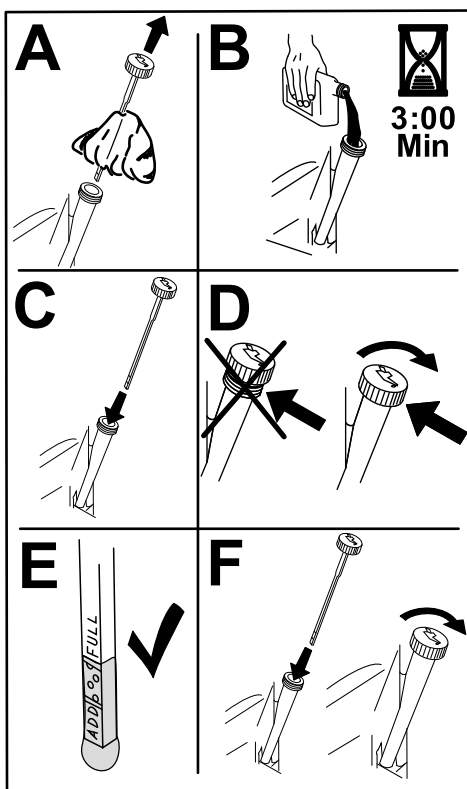

Figura 36
5. Vierta lentamente un 80 % aproximadamente del aceite especificado por el tubo de llenado, luego añada lentamente el resto del aceite hasta que llegue a la marca de Lleno (Figura 36).
3. Llene el cárter con el tipo correcto de aceite nuevo (Figura 36).